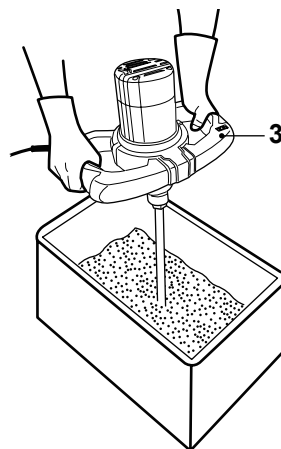

Fig. 13
>Sujetar el producto con las dos manos en ambos mangos (3) e insertar la paleta mezcladora (6) en el material (Fig. 13).